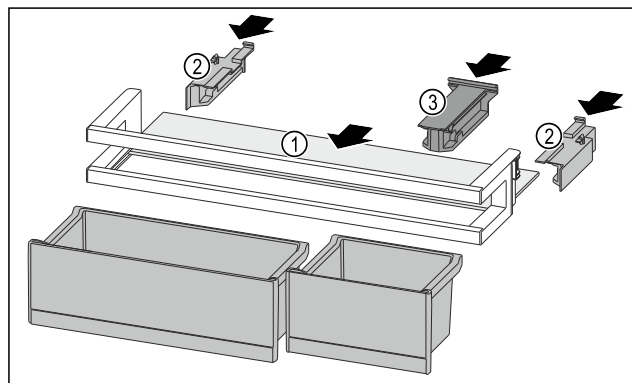

Fig. 263
- Εισαγάγετε το ράφι Fig. 263 (1) στις πλευρικές εσοχές.
- Τοποθετήστε το πλευρικό τμήμα Fig. 263 (2).
- Τοποθετήστε το εξάρτημα συγκράτησης Fig. 263 (3).